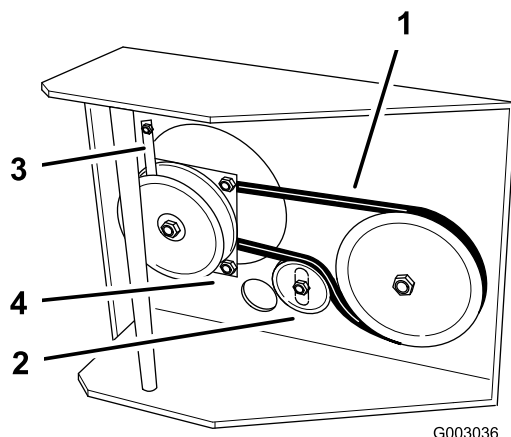

Figure 43
7. Décrochez le dispositif de retenue de l'embrayage et déposez le dispositif de retenue (Figure 43).
8. Desserrez le boulon de fixation de la poulie de tension pour pouvoir la bouger et enlevez la courroie de transmission de la poulie d'entraînement et de l'embrayage (Figure 43).
10. Accrochez le dispositif de retenue à l'embrayage et fixez-le au châssis avec le boulon de fixation du moteur (Figure 43).
11. Serrez le boulon de pivot à 19-24 Nm (170-220 po-lb) (Figure 43).